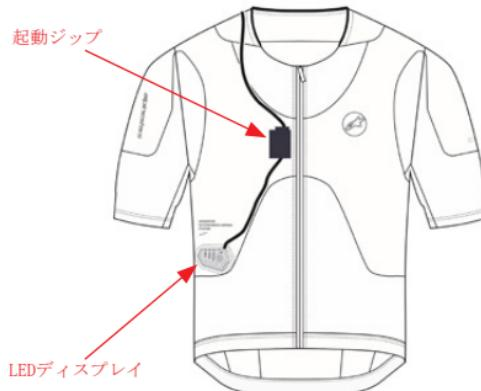

図25：LEDディスプレイ（3）と起動ジップ（2）の取り外し
4. LEDディスプレイ (3) と起動ジップ (2) の取り外し - ウェアの内側の開口部からLEDディスプレイ (3) を取り外し、次に図25に示されているようにマジックテープポケットの内側にある起動ジップ (2) を取り外します。